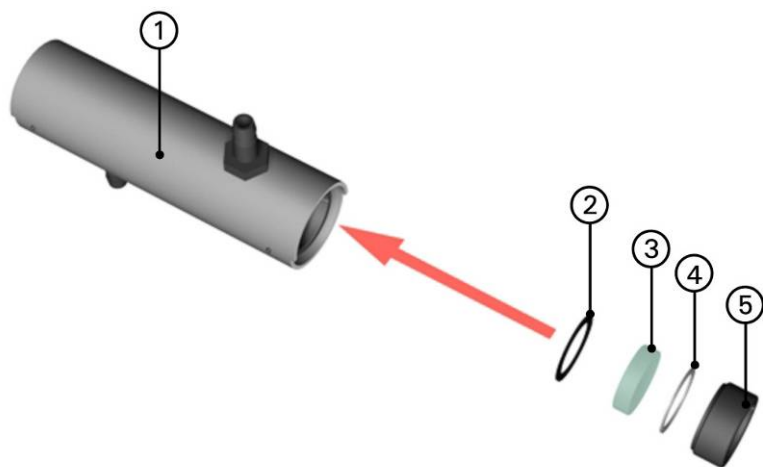

Abbildung 23: Reinigung Messzellenfenster, Kalibriermesszelle
1.	Mit dem Stirnlochschlüssel den Schraubring (Abbildung 23, Pos. 5) entfernen.
2.	Den Teflon-Gleitring (Abbildung 23, Pos. 4), das Messzellenfenster (Abbildung 23, Pos. 3) und die Dichtungen (Abbildung 23, Pos. 2) aus Kalibriermesszelle entfernen.
4.	Die Dichtung (Abbildung 23, Pos. 2) in der Bohrung der Kalibriermesszelle einlegen.
5.	Das Messzellenfenster (Abbildung 23, Pos. 3) wieder auf der Dichtung positionieren.
6.	Den Gleitring Teflon (Abbildung 23, Pos. 4) auf das Messzellenfenster auflegen.
7.	Den Schraubring (Abbildung 23, Pos. 5) mit dem Spezialschlüssel einschrauben.  Nicht zu stark festziehen, da die Messzellenfenster brechen können.